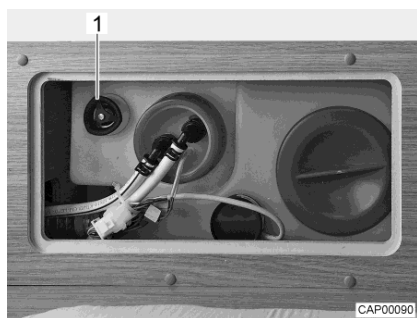

Fig. 96 Depósito de agua con tirador giratorio
- Girar el tirador giratorio (Fig. 96,1) sobre el depósito de agua en sentido de las agujas del reloj, hasta el tope.
- Girar el tirador giratorio (Fig. 96,1) sobre el depósito de agua en sentido contrario a las agujas del reloj, hasta sentir resistencia. El agua se saldrá hasta aprox. 20 litros.